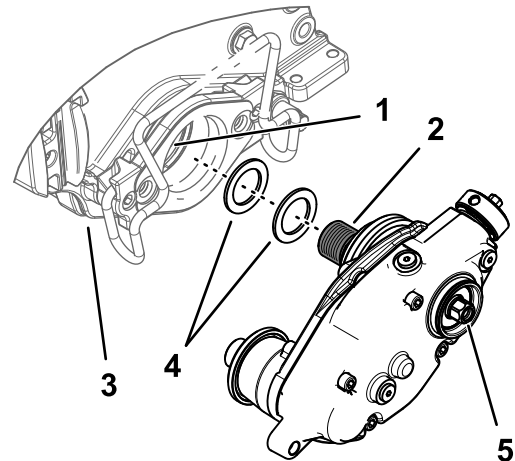

Figure 12
2. Si le boîtier d'entraînement du groomer est monté sur le côté gauche de l'unité de coupe, vissez les 2 rondelles de calage sur le filetage de l'adaptateur de cylindre noir (Figure 12).
4. Fixez le boîtier d'entraînement du groomer à l'arbre du cylindre (Figure 12).
6. Le cylindre étant bloqué, serrez la tête hexagonale de l'arbre du boîtier d'entraînement à un couple de 135 à 150 N·m ; voir Figure 12.